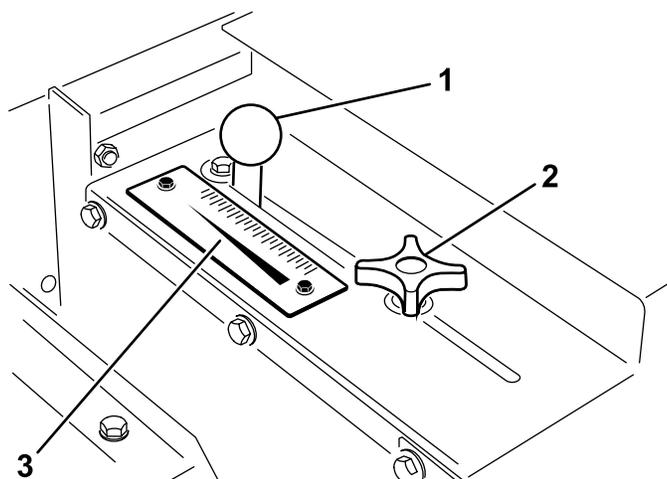

図 20
1. ゲートのスライド調整ができる程度までロックングノブ 図 20 をゆるめる。
2. ゲートノブ 図 20 を希望位置にセットし、ロックングノブを締め付けて調整を固定する。
レートスケール 図 20 を使って希望する散布量を設定します。目砂の散布率 (ページ 18) を参照。